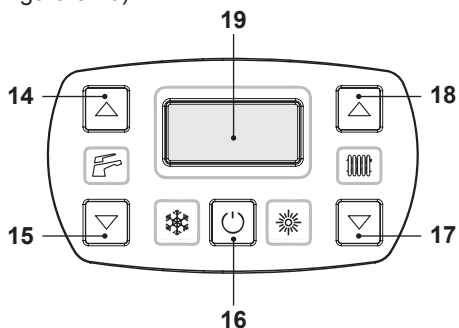
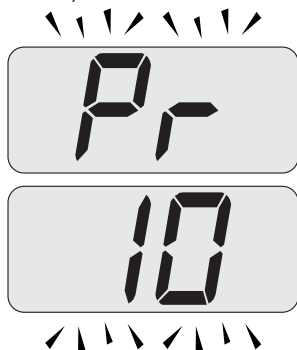

Figura 5.45
Figura 5.47
- Entrare in "modalità programmazione" premendo contemporaneamente per 10 secondi i tasti 16 - 17 - 18 (Figura 5.45) fino a far apparire sul display LCD le lettere Pr che si alternano con il codice 01, indicanti l'entrata nel "parametro 01" (Figura 5.46).
- Scorrere i vari parametri utilizzando i tasti 17 o 18 fino a far apparire sul display LCD le lettere **Pr** che si alternano con il codice **10**, indicanti l'entrata nel "parametro 10" (Figura 5.47).
- Premere contemporaneamente i tasti 16 e 18 (Figura 5.45) fino a far apparire sul display LCD il valore del parametro 10 (30=180 secondi) (Figura 5.48).
- Premendo il tasto 16 (Figura 5.45) si ottiene la conferma del valore inserito.
- Premendo contemporaneamente i tasti 16 e 17 (Figura 5.45) si esce senza modificare il valore (ritorno alla lista parametri Figura 5.47)
- Premendo contemporaneamente per 10 secondi i tasti 16 - 17 - 18 (Figura 5.45) si esce dalla "modalità programmazione".